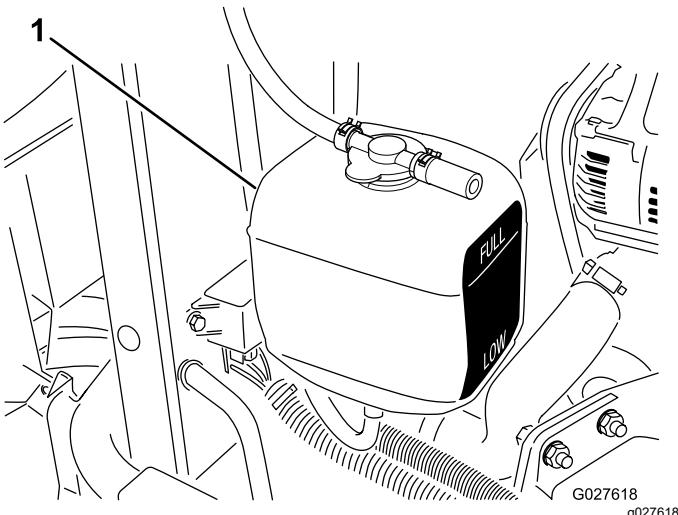

Figura 71
- Compruebe el nivel de refrigerante del depósito de expansión (Figura 71).